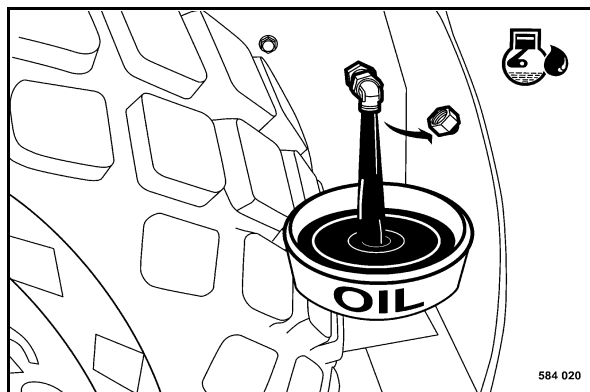

fig. 136
- Dévisser le bouchon de vidange (fig. 136) et laisser écouler l'huile.